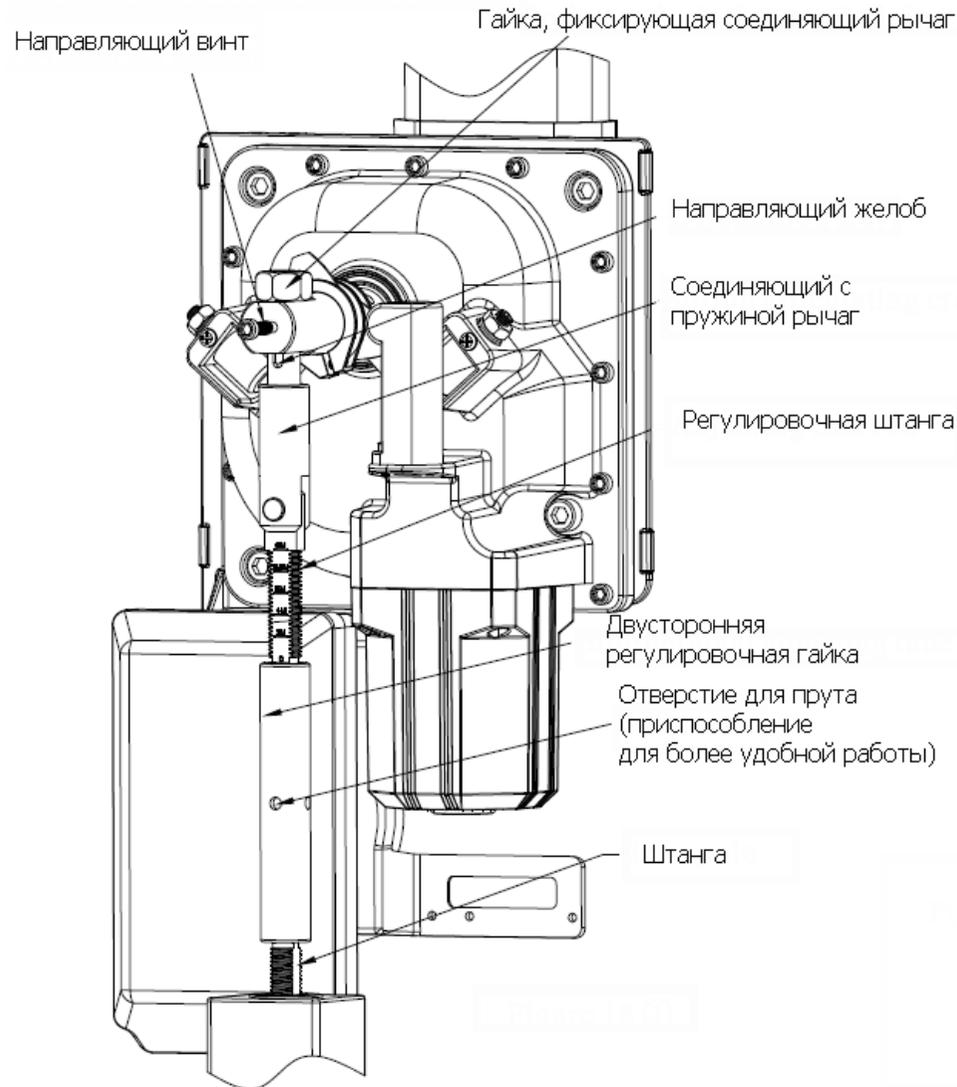

Рис. 19 – Механизм балансировки R3000
2.7.4.1 Замена элементов балансировочной пружины должна проводиться в точном соответствии с рис. 19 и 20.